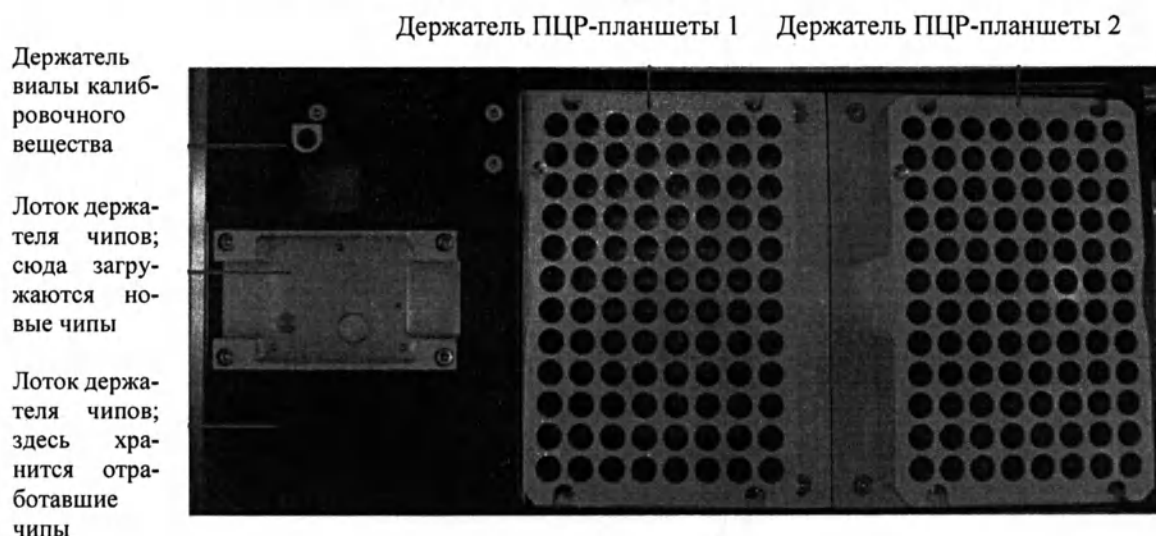

Рис. 3.6. Панель MassARRAY® Dx Analyzer 4 и модуля подготовки чипов
1. Нажать кнопку «Chip prep module Deck In/Out» (Выдвижение панели модуля подготовки чипов) в верхней части окна SpectroACQUIRE. Панель откроется (см. Рис. 3.6). Также можно открыть панель, нажав на кнопку ручного управления на передней части анализатора (см. Рис. 2.2).
d. Поместить заполненный держатель чипов в соответствующий лоток, на платформе (см. Рис. 3.6).